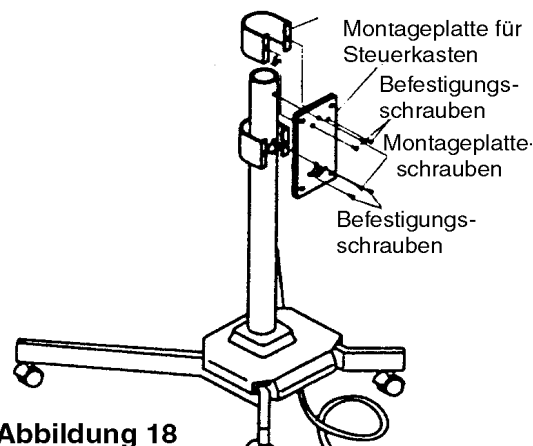

Abbildung 18
2. MONTAGEPLATTE DES Steuerkastens (ABBILDUNG 18)